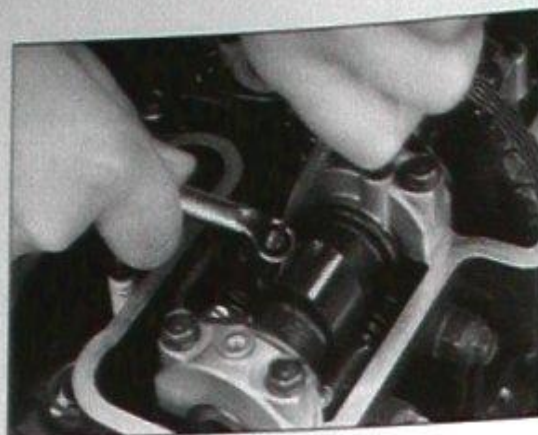

Bild 34
- Ein- und Auslassnocken weisen nach oben. Die Kettenrad-Körnermarkierungen weisen nach vorn (Bild 34).